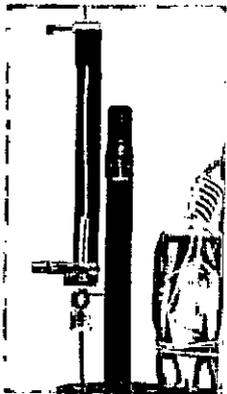

Figura 85
29. Confirme la situación de la guía. Utilice el control remoto si hay un motor; de otra forma, gire el mando. (Ver Figura 85)